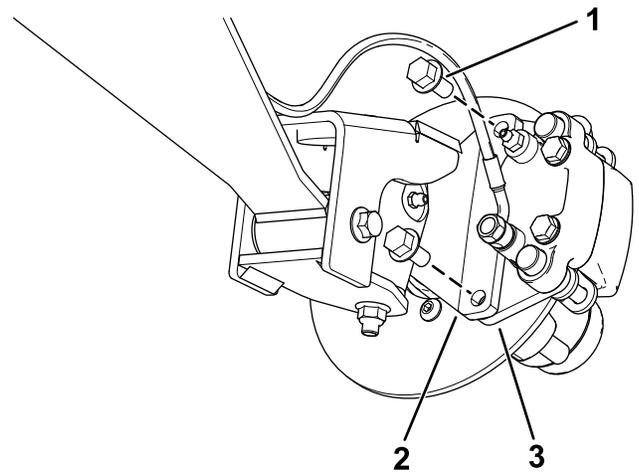

Figura 25
3. Retire los pernos con arandela prensada ($\frac{3}{8}$ " x $\frac{3}{4}$ ") que sujetan el soporte del conjunto de freno al eje y separe el freno del eje (Figura 25).
2. Alinee las pastillas de freno en cada lado del rotor (Figura 25) y los taladros del soporte de la pinza con los taladros de montaje del freno de la mangueta (Figura 29).
3. Sujete el soporte de la pinza a la mangueta (Figura 25) usando los 2 pernos con arandela prensada ($\frac{3}{8}$ " x $\frac{3}{4}$ ").